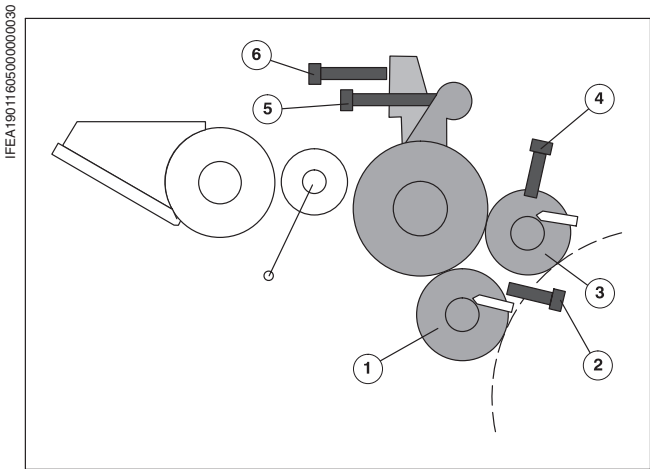

Рис. 4 Регулировка накатных валиков
- ❶ **Нижний накатной валик** (Рис. 4/❶): при вращении желтого регулировочного винта (Рис. 4/❷) инструментом печатника по часовой стрелке контактные полосы увеличиваются.
- ❷ **Верхний накатной валик** (Рис. 4/❸): при вращении синего регулировочного винта (Рис. 4/❹) инструментом печатника по часовой стрелке контактные полосы увеличиваются